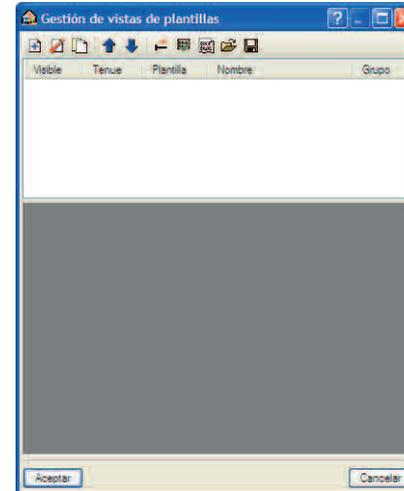

Fig. 1.10
- Responda afirmativamente al asistente o seleccione el icono  de la barra de herramientas de la ventana principal en cualquier momento. Se abrirá la ventana **Gestión de vistas de plantillas** (Fig. 1.10).